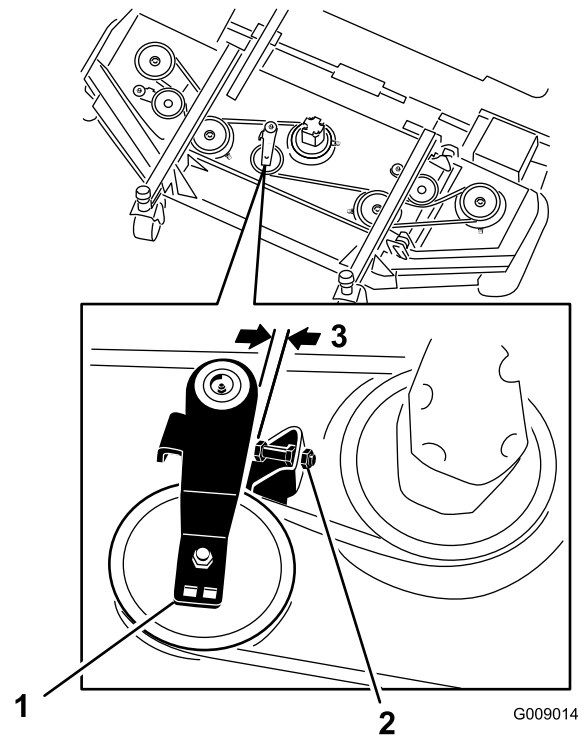

図 114
3. 前デッキの中央部分で、アイドルプーリのストップねじのジャムナットをゆるめ、ストップねじをブラケット内部まで進める 図 114。